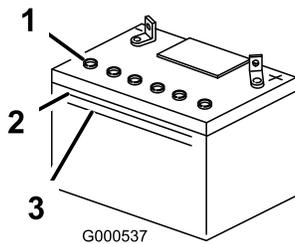

Figura 38
1. Mire hacia el lateral de la batería. El electrolito debe llegar a la línea superior (0). Figura 38 No permita que el electrolito esté por debajo de la línea inferior (Figura 38).
3. Retire los tapones de ventilación de la batería (Figura 38).
4. Vierta lentamente agua destilada en cada célula de la batería hasta que el nivel de electrolito llegue a la línea superior (Figura 38) de la caja de la batería.
5. Espere de cinco a diez minutos después de llenar las células de la batería. Añada agua destilada, si es necesario, hasta que el nivel de electrolito llegue a la línea superior (Figura 38) de la caja de la batería.